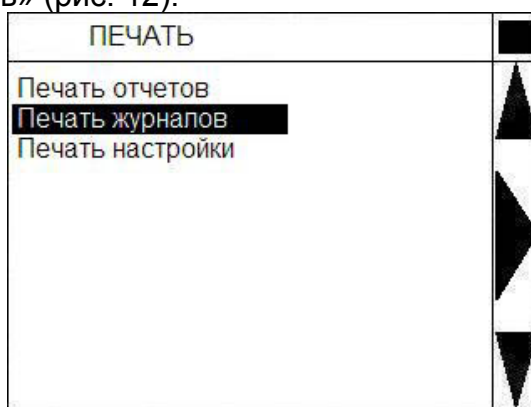

Рис.12 – Меню «Печать»
3.4.6.2 После активации строки «Печать» в «Главном меню» на экране появляется меню «Печать» (рис. 12).
3.4.6.3 Пункты меню «Печать» позволяют открыть подменю, показанные на рис. 12 и выйти из меню. Навигация по этому меню аналогична навигации по меню «Главное меню» п. 3.4.2.1.